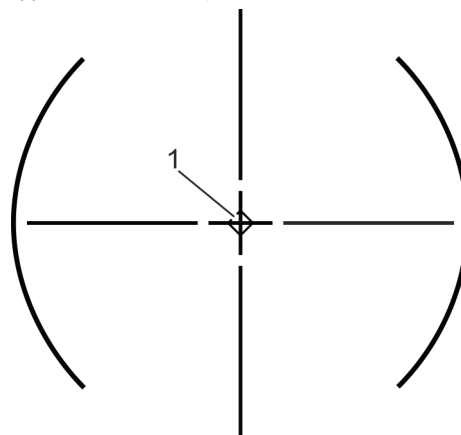

Рис. 59 Створки в исходном положении
- » Створки находятся в исходном положении (рис. 59/1).